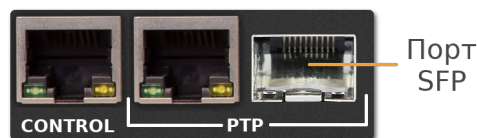

Рис. 5. Сетевые интерфейсы
Подсоединение генератора опорных видеосинхросигналов PSGP-2059(RR) к локальной сети осуществляется кабелями Ethernet (UTP) (рис. 5). Возможно использование как экранированного Ethernet-кабеля, так и неэкранированного, категории 5 или выше, совместимого со стандартом 100/1000BaseT или 100/1000BaseTX. Длина кабеля не должна превышать 100 метров.
Для подключения по оптоволоконной линии установите SFP-модуль в порт SFP генератора (рис. 5). Никаких дополнительных настроек в web-конфигураторе устройства выполнять не нужно.
Индикатор **LINK PTP**  на лицевой панели (рис. 1) горит зелёным цветом, если обнаружено соединение между портом PTP (рис. 5) и другим устройством.